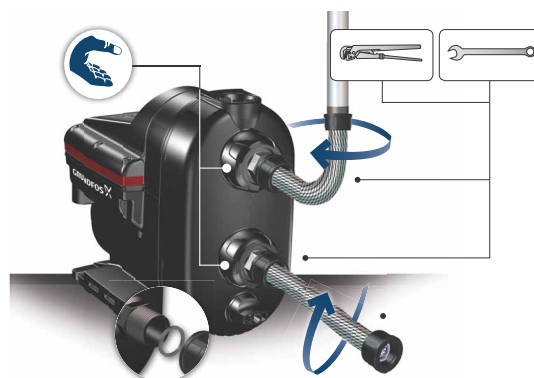

Fig. 3 Como instalar as ligações
2. De seguida, instale as ligações na entrada e na saída, segurando as ligações com uma mão e apertando as anilhas de união com a outra. Consulte a fig. 3.